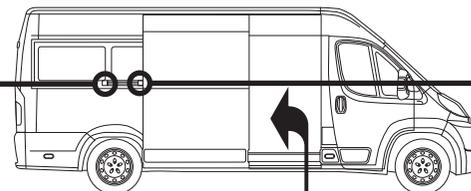

Рис. 32
1. Закрепите трос на крюке каретки, рис. 32.